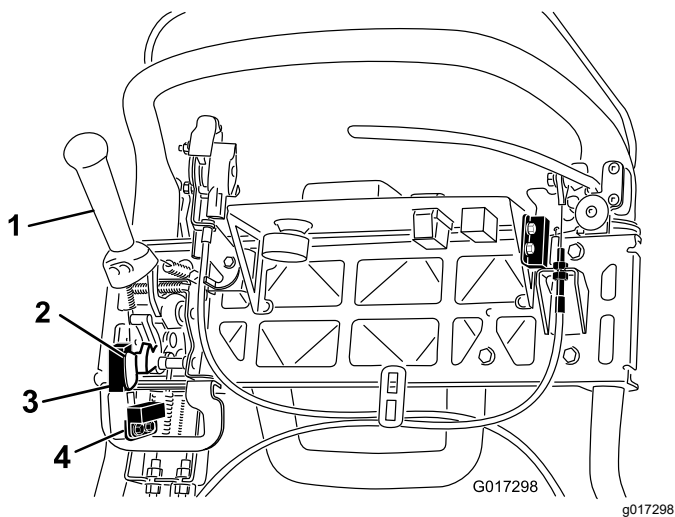

Рисунок 37
- Ослабьте крепежные детали блокировочного выключателя (**Рисунок 37**).
- Установите регулировочную прокладку толщиной 1,6 мм между рычагом управления тягой и блокировочным выключателем (**Рисунок 37**).
- Ослабьте детали крепления датчика скашивания (**Рисунок 37**).
- Вставьте регулировочную прокладку толщиной 1,6 мм между флажком датчика скашивания и датчиком (**Рисунок 37**).